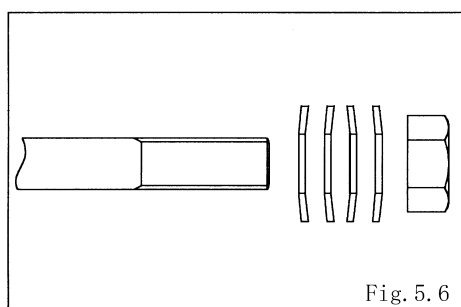

Fig. 5.6
- ・皿パネの取り付け方向に注意すること。[Fig.5.6]